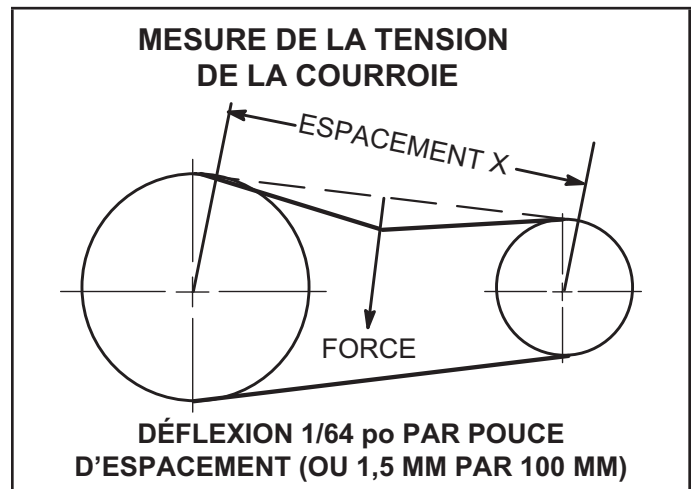

FIGURE 28
- 1 - Mesurer l'espacement X. Voir FIGURE 28.
- 2 - Appliquer une force perpendiculairement au centre de l'espacement (X) avec une pression suffisante pour faire fléchir la courroie de 1/64 po par pouce d'espacement ou 1,5 mm par 100 mm d'espacement.